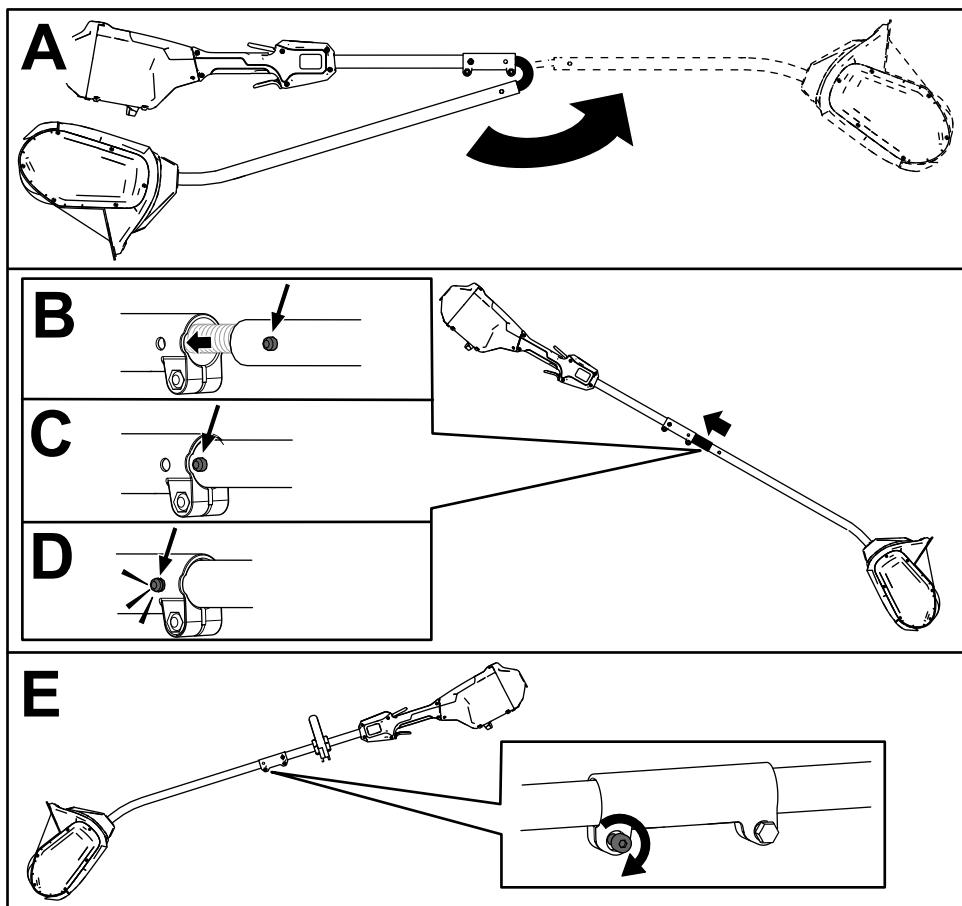

Figure 4
1. Dépliez le manche (A de la Figure 4).
2. Placez le bouton de verrouillage situé sur la moitié inférieure du manche en face du trou situé sur la moitié supérieure, et emboîtez-les 2 moitiés ensemble (B et C de la Figure 4).
- Remarque:** Le bouton de verrouillage s'enclenche dans le trou quand les deux moitiés du manche sont correctement emboîtées (D de la Figure 4).
3. À l'aide de la clé Allen fournie, serrez la vis sur le connecteur du manche jusqu'à ce qu'il soit bien fixé (E de la Figure 4).